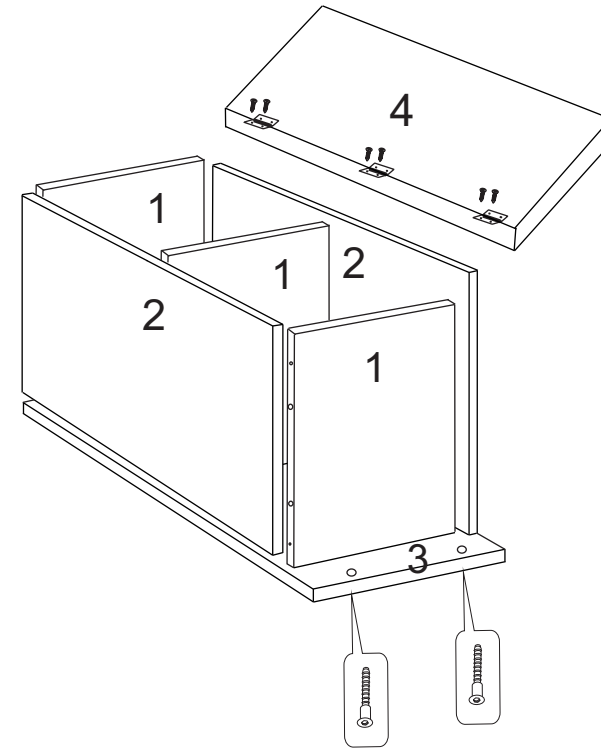

Рис.2
5. Закрепите дно пуфа (дет. 3) к боковинам и перегородке (дет. 1) конфирматами (Ф-5) с помощью ключа S4 (Ф-8) (рис. 2).
6. Далее, выровняв мягкую крышку пуфа (дет. 4) по середине собранной конструкции, с помощью саморезов 4,2x16 (Ф-7) установите петли (Ф-9) на верхнюю кромку задней стенки (дет. 2) (рис.2).